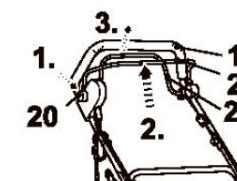

Fig. 16
1. Appuyer sur le bouton de déverrouillage (20) et serrer la barre de freinage (2) contre la poignée (1) ; maintenir la barre serrée pendant le fonctionnement (Fig. 16, étapes 1 et 2).
2. Pousser la barre d'entraînement (22) vers la poignée (1) pour utiliser la fonction d'autopropulsion si nécessaire (Fig. 16, étape 3).
3. Relâcher la barre de freinage (2) pour arrêter le moteur.
4. Relâcher la barre d'entraînement (22) pour stopper la fonction d'autopropulsion.